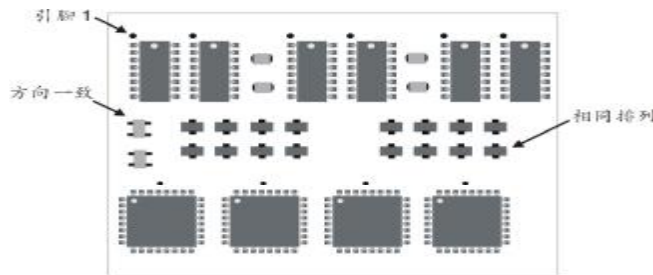

图 3 相似元件的排列
5.8 贴装组件方向的考虑类型方向相似的组件应该以相同的方向排列在板上, 使得组件的贴装、检查和焊接更容易。还有, 相似的组件类型应该尽可能接地在一起, 如图 3 所示。